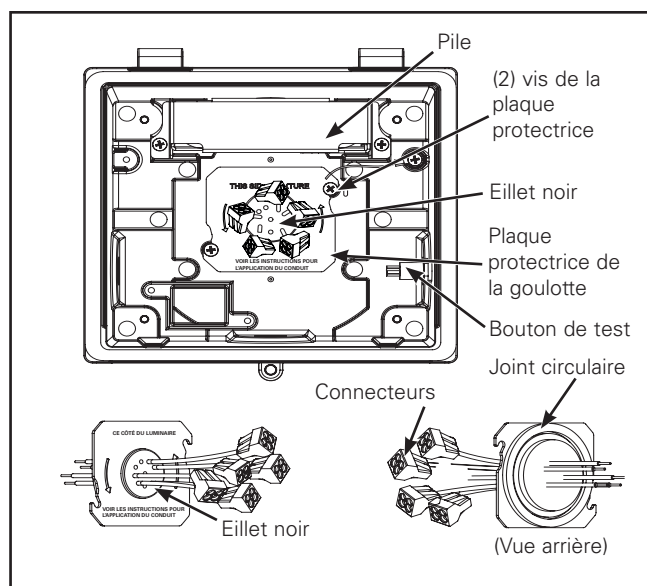

Figure 2.
3. Pour une installation sur le conduit d'entrée arrière et le câblage de la boîte de jonction: Desserrez les deux vis fixant la plaque protectrice de la goulotte, mais NE LES ENLEVEZ PAS (Figure 2). Tournez la plaque protectrice de la goulotte en sens inverse des aiguilles d'une montre, puis ôtez-la de l'ouverture.
Sur la boîte de jonction: Effectuez les connexions des fils d'alimentation à l'arrière de la plaque protectrice de la goulotte. Respectez les directives du Code National de l'Électricité concernant un câblage dans un endroit humide (capuchons de connexion non fournis). Vérifiez que tous les fils sont sécurisés dans la boîte de jonction, puis remettez la plaque protectrice de la goulotte sur les vis, en la tournant dans le sens des aiguilles d'une montre. Serrez les vis de la plaque protectrice de la goulotte selon un couple de 1.12 Nm (10 po/lb) (Figure 2).
Conduit de gaine: Enlevez les capuchons de conduit obligatoires de 12,7 mm (1/2 po) NPT. Appliquez du joint ou du ruban à joint sur le raccord du conduit étanche (non fourni) entrant dans le boîtier arrière, afin de créer une étanchéité solide. N'ENLEVEZ PAS la plaque protectrice de la goulotte (Figure 2). Retirez les fils de la plaque protectrice de la goulotte en tirant doucement vers vous le fil se trouvant dans l'œillet noir. N'ôtez pas l'œillet noir de la plaque protectrice.
Entrée arrière du conduit: Enlevez l'œillet noir et les fils de la plaque protectrice de la goulotte (NE RETIREZ PAS le joint circulaire). Fixez le conduit à la plaque protectrice de la goulotte à l'aide d'un connecteur étanche (non fourni). Remettez la plaque protectrice sur les vis en la tournant dans le sens des aiguilles d'une montre. Serrez les vis de la plaque protectrice de la goulotte selon un couple de 1.12 Nm (10 po/lb) (Figure 2).